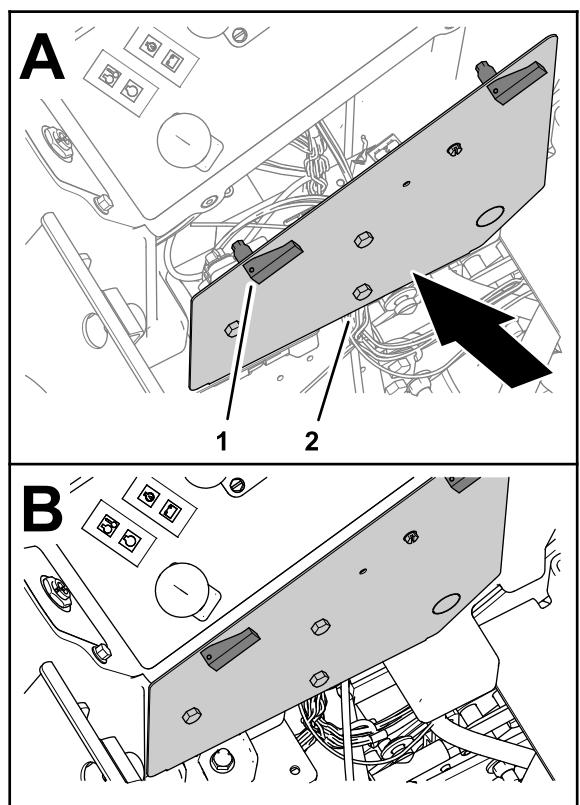

図 14
1. コントロールパネルカバーのラッチをコントロールパネルの穴に合わせる図 14。
2. カバーをラッチで固定する図 14。